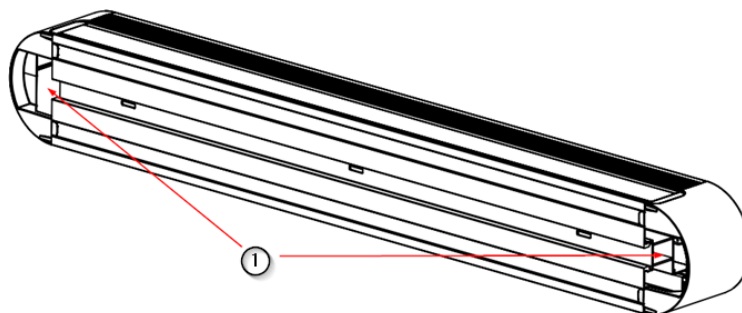

Fig. 1 Connexions d'alimentation de l'équipement
Les connexions pour les alimentations ① des systèmes ICARUS entrent par les parois latérales comme le montre la figure 1.
- À l'aide d'un outil à bec plat, retirez les couvercles supérieur et inférieur de ② comme indiqué dans la figure 1, en prenant soin de ne pas rayer d'autres parties du boîtier, et laissez-les en lieu sûr.
- Remettez les couvercles supérieur et inférieur ② sur l'appareil et appuyez dessus pour les mettre en place jusqu'à ce que vous entendiez le son de l'écèlement.